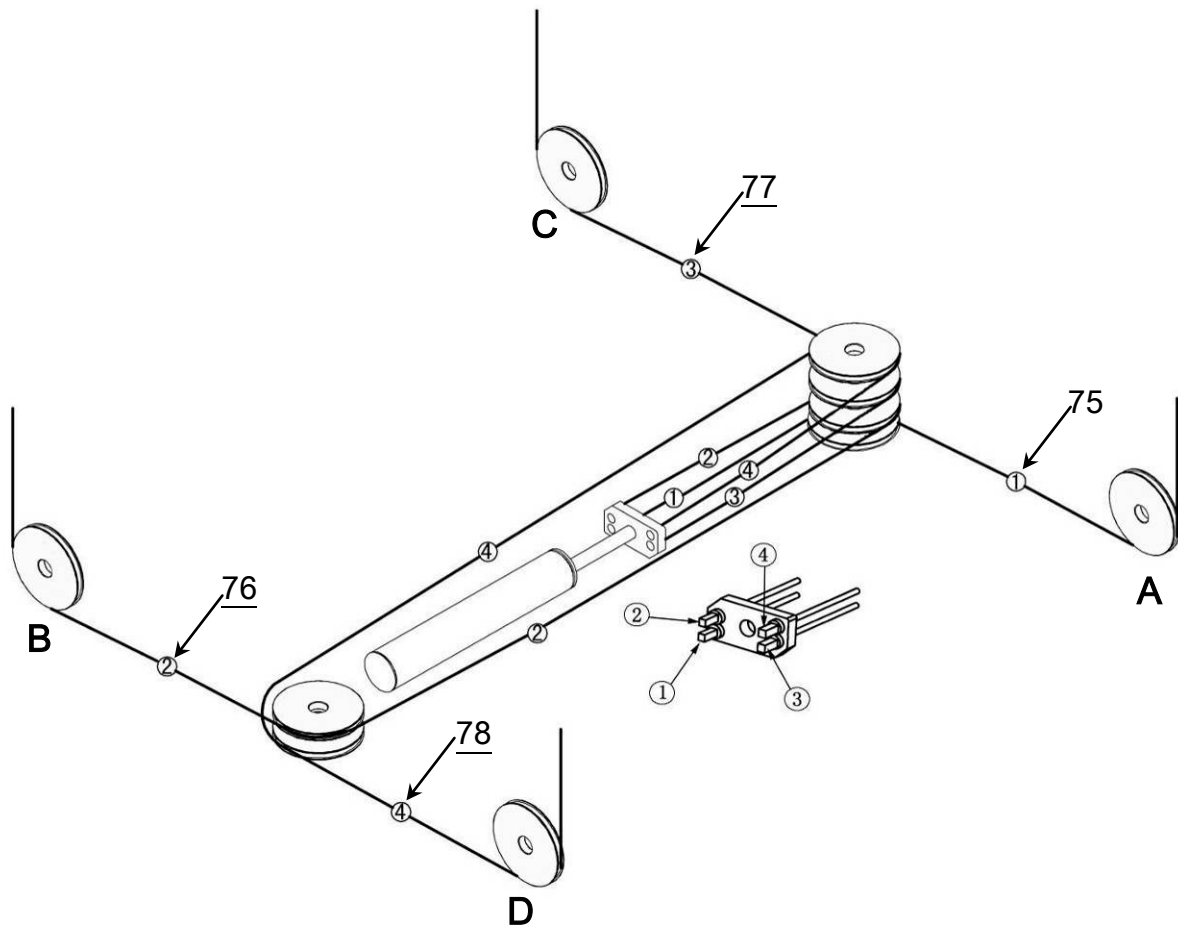

Fig. 21
I. MONTAŻ LIN SYNCHRONIZUJĄCYCH (patrz Fig. 21).